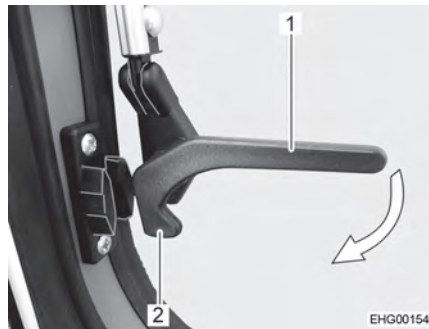

Bild 38 Låsarm, i sidan (i läget "öppet")
- Sväng låsarmarna i sidorna (Bild 38,1) en kvarts varv mot fönsterkarmen tills låsspaken (Bild 38,2) hakar fast.